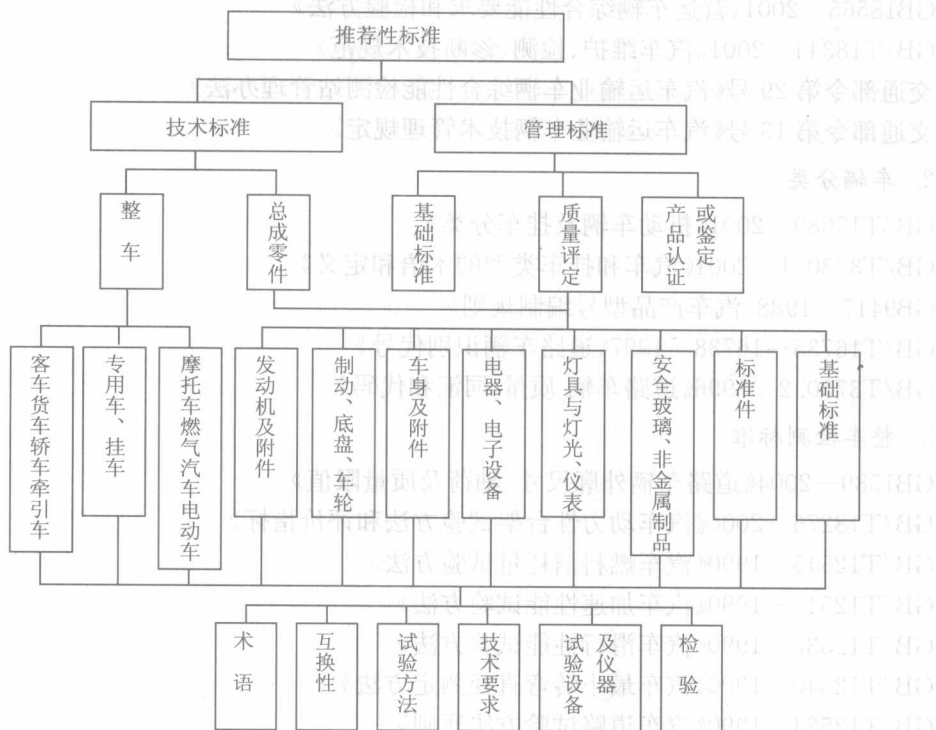

图 1-2 汽车推荐性标准分类图
(2) 推荐性标准: 有关试验、检测方法的标准通常是推荐性标准。凡是国家标准中带有“T”符号的, 均为推荐性国家标准。如 GB/T18344—2001《汽车维护、检测、诊断技术规范》是推荐性国家标准。汽车推荐性标准分类见图 1-2。